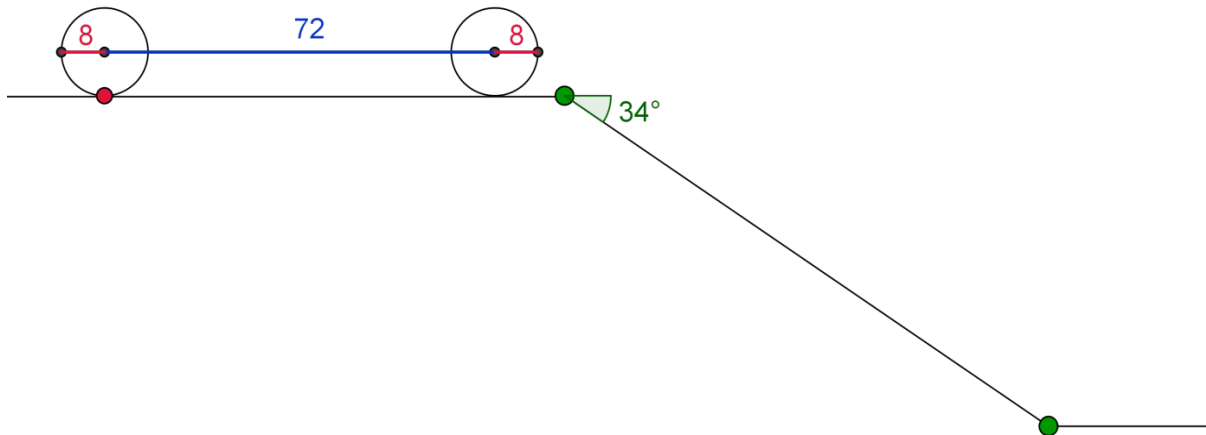

Fig. 2
**Opdracht 1.** Als de banden van de keveraauto een straal hebben van 8 cm en de afstand tussen de middelpunten van de banden 72 cm is (zoals getoond in fig. 2), zal de keveraauto dan veilig over de helling komen  $34^\circ$ ?